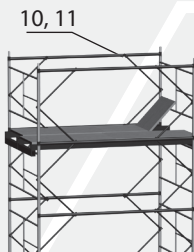

рис. 5
- Установить настилы (10, 11) на высоте не более 20,6 м (рис. 5).
- Последняя секция вышки служит ограждением рабочей зоны (рис. 5).